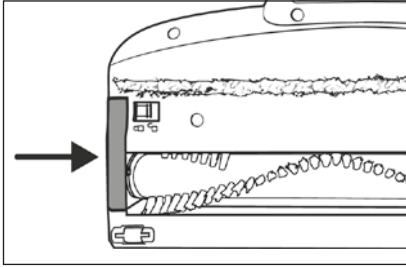

Abb. 27
- 6) Setzen Sie den Bürstenrollenhalter **19** wieder in die Bodenbürste **21** ein. Drücken Sie ihn nach unten, bis er mit einem Klickgeräusch in die Bodenbürste **21** einrastet (siehe Abb. 27).